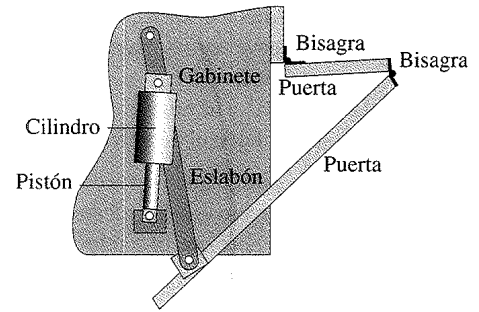

FIGURA P2-23 Problema 2-64
- 2-64 En la figura P2-23 se muestra la vista superior de las puertas parcialmente abiertas del gabinete de un centro de entretenimiento. Las puertas de madera están unidas entre sí mediante bisagras, al igual que una de las puertas con el gabinete. También hay un eslabón metálico triple unido al gabinete y a la puerta mediante juntas de pasador. Un dispositivo de pistón de cilindro cargado con un resorte se une al eslabón triple y al gabinete con juntas de pasador. Trace un diagrama cinemático del sistema de puertas y encuentre la movilidad de este mecanismo.